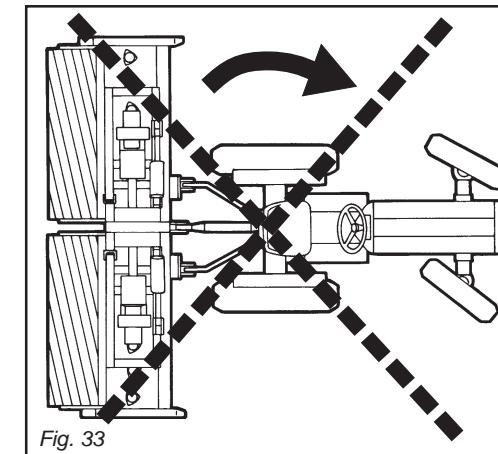

Fig. 33
Durante il lavoro evitare di effettuare curve con la macchina interrata, ne tantomeno lavorare in retromarcia (Fig. 33, 34). Sollevarla sempre per i cambiamenti di direzione e le inversioni di marcia. Durante il trasporto, od ogniqualvolta si renda necessario il sollevamento dell'attrezzatura, è opportuno che il gruppo di sollevamento del trattore venga regolato in modo che la, macchina stessa non sia sollevata da terra per più di 35 cm circa (Fig. 35). Evitare di immettersi su strade pubbliche con la macchina sporca di terra, erba o quant'altro che produca sporcizia e/o intralcio al traffico stradale. Non far cadere con violenza la macchina sul terreno ma farla scendere lentamente per consentire il graduale inserimento delle lame nel terreno. In caso contrario si provocherebbero forti sollecitazioni su tutti i componenti della macchina stessa che potrebbero compromettere la loro integrità.
*During work, avoid turning corners while the implement is soil working. Never work in reverse (Fig. 33, 34). Always raise the implement in order to reverse or change direction. During transport, or whenever the implement must be raised, it is advisable to adjust the lift unit of the tractor so that the implement itself is not raised more than about 35 cm from the ground (Fig. 35). Do not drive on public highways if the machine is dirtied with soil, grass or anything else that could dirty and/or hamper the road traffic. Lower the machine slowly to allow the blades to gradually penetrate the soil. Do not allow it to drop violently on to the ground. To do this would strongly stress all the machine components and could damage them.*
*Wenn das Gerät unterirdisch arbeitet, keine Kurven fahren und auch nicht rückwärts fahren (Abb. 33, 34). Das Gerät zum Ändern der Richtung und zum Wenden immer ausheben. Während des Transportes, jedesmal wenn das Ausheben des Gerätes erforderlich wird, sollte der Kraftheber des Schleppers immer so eingestellt werden, daß das Gerät nicht mehr als circa 35 cm Abstand vom Boden aufweist (Abb. 35). Vermeiden Sie es, auf öffentliche Straßen zu fahren, wenn die Maschine mit Erde, Gras oder anderem verschmutzt ist, das die Fahrbahn verschmutzen und/oder den Verkehr behindern kann. Achten Sie darauf, daß das Gerät nicht auf den Boden fällt, sondern langsam gesenkt wird, um zu ermöglichen, daß die Klingen langsam in den Boden eingezogen werden. Andernfalls wurde es zu starken Spannungen in den Bestandteilen der Maschine kommen und ihre Struktur könnte Schaden nehmen.*
*Pendant le travail évitez les virages quand la houe est enterrée ou bien en marche arrière. Relevez toujours l'appareil lors des changements de direction et des inversions de marche (Fig. 33, 34). Pendant le déplacement et chaque fois qu'il faut relever la houe, veillez à ce que le groupe de relevage du tracteur soit réglé de manière à la soulever au moins de 35 cm (Fig. 35). Evitez de s'engager sur les routes publiques avec la machine souillée de terre, herbe ou autre pouvant salir ou gêner la circulation. Ne pas faire tomber la machine avec violence sur le sol mais la faire descendre lentement pour faire pénétrer les lames graduellement dans le sol. Dans le cas contraire vous risqueriez de provoquer de fortes contraintes sur tous les composants de la machine pouvant compromettre leur intégrité.*
*Durante el trabajo evitar efectuar curvas con la máquina enterrada y no trabajar marcha atrás. Alzarla siempre para cambiar de dirección y para las inversiones de marcha (Fig. 33, 34). Durante el transporte, cada vez que se hace necesario alzar el equipo, es conveniente que el grupo de elevación del tractor se regule en modo tal que el equipo mismo no se alce desde el suelo más de 35 cm aprox. (Fig. 35). Evitar el ingreso en carreteras públicas con la máquina sucia de tierra, hierba o todo otro elemento que produzca suciedad y/o obstruya el tráfico de la carretera. No hacer caer con violencia la máquina sobre el terreno, hacerla descender lentamente para permitir la gradual introducción de las cuchillas en el terreno. De lo contrario provocaríamos grandes esfuerzos para todos los componentes de la máquina misma, que podrían dañarlos.*